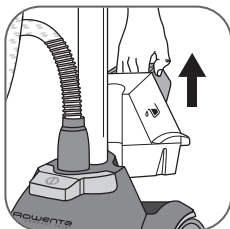
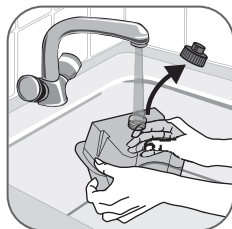

fig. 7
fig. 8
- Veillez à ce que l'appareil soit débranché. Retirez le réservoir d'eau de la base de l'appareil en tirant la poignée vers le haut *(fig. 7)*. Dévissez le bouchon du réservoir et remplissez le réservoir *(fig. 8)*. Sa capacité maximale est atteinte au repère « max ».